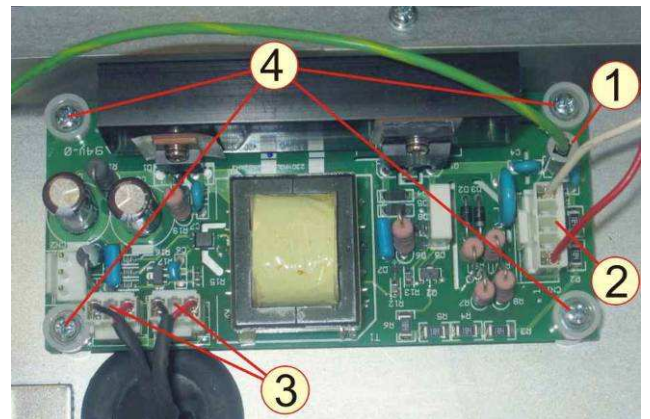

Рисунок 6.24
6.9.3 Отсоединить розетки жгутов от разъемов J1, CN1, CN3, CN4 (рисунок 6.24).
6.9.4 Выкрутить винты 4 (рисунок 6.24). Положить винты в тару.